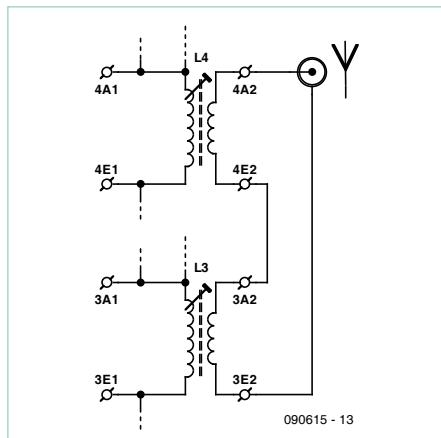

Figure 4. Connexion d'antenne pour deux gammes d'ondes courtes.
Les deux bobines de couplage d'antenne OC (KW), sur 4E2 et 4A2, et sur 3E2 et 3A2, peuvent se câbler en série et se relier au câble d'antenne sans liaison de masse, comme le montre la figure 4. Cette solution a également l'avantage de séparer galvaniquement les masses, celle du PC (masse du montage) et celle du réseau d'antennes, ce qui peut éviter une quantité de parasites. Le câblage en série des bobines de couplage n'atténue pas l'amplitude du signal. En effet, à la fréquence voulue l'autre bobine n'est justement pas en résonance et son impédance est donc basse.